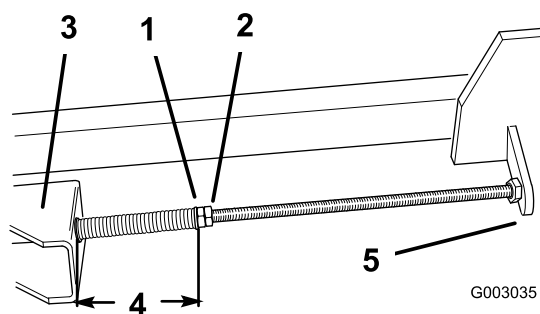

Figura 45
5. Afloje las contratueras de las varillas de ajuste para aliviar la tensión de la correa de tracción, luego retire la correa de transmisión desgastada de las poleas (Figura 45).
8. Apriete la contratuerca delantera de cada varilla de ajuste hasta que los muelles estén completamente comprimidos, aproximadamente 12 cm (4-3/4 pulg.) medido entre la arandela y el casquillo, luego desenrosque las contratuercas delanteras una vuelta (Figura 45).
9. Apriete las contratuercas traseras (Figura 45).